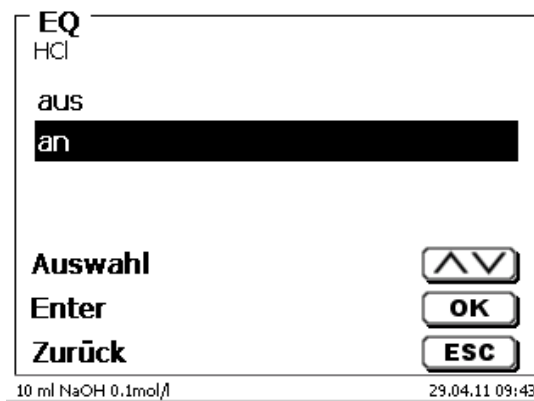

Abb. 161
Die automatische Erkennung des Äquivalenzpunktes (EQ) kann bei einer linearen oder dynamischen Titration ein- und ausgeschaltet werden (Abb. 161).